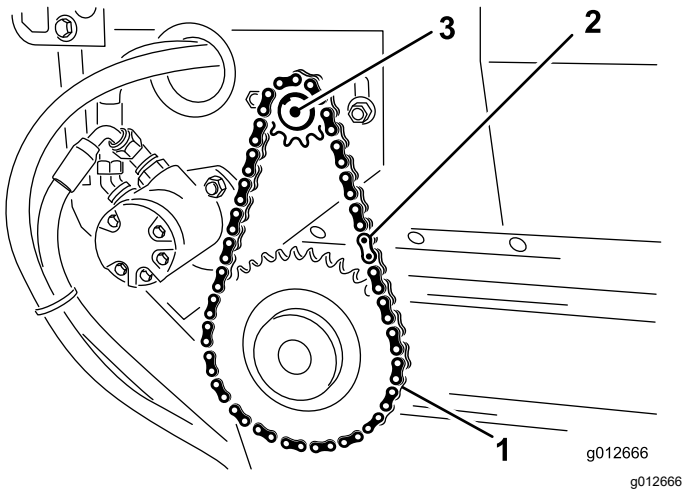

Bild 38
1. Montieren Sie die Förderbandkette auf das kleine Kettenrad und sichern Sie die Kette mit dem Hauptkettenglied (**Bild 38**).